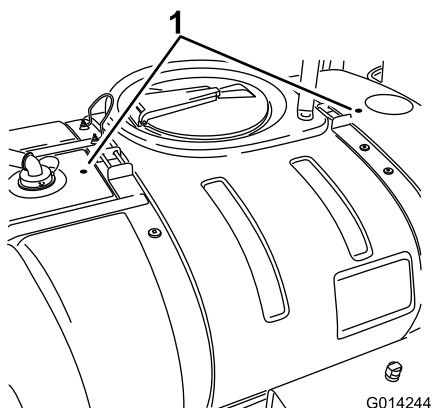

図 11
2. メインタンクについているドリルマーク2つを探し出す 図 11。